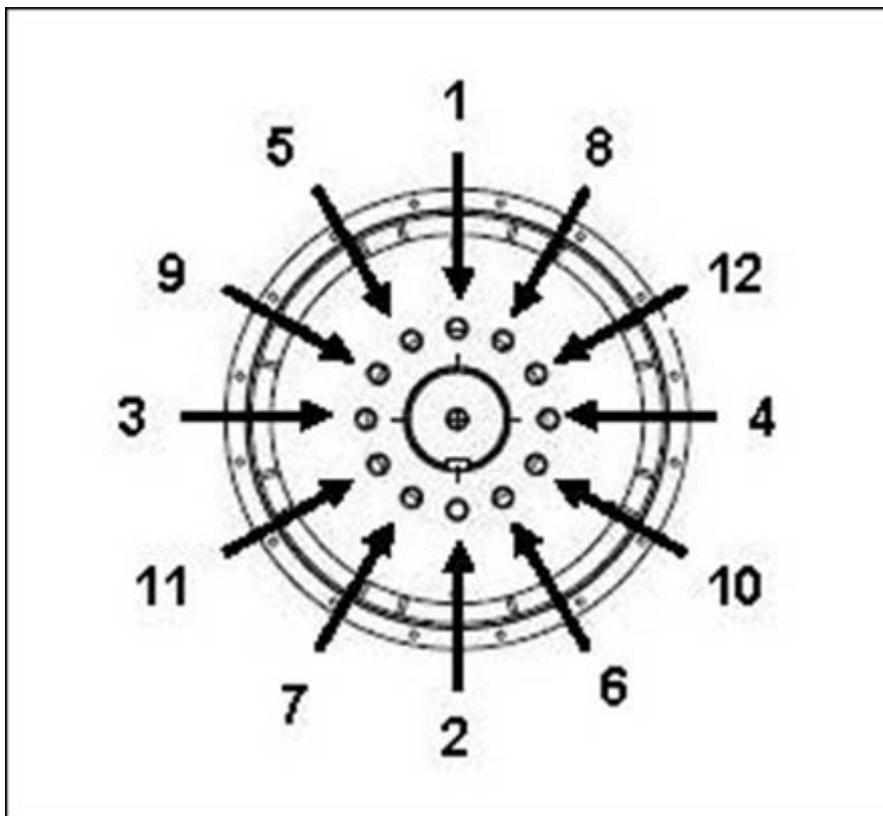

ABBILDUNG 22. REIHENFOLGE DER BEFESTIGUNG AN NABE
4. Gegebenenfalls die Schrauben der Kupplungsscheibe in der Reihenfolge anziehen wie dargestellt in Abbildung 22 auf Seite 41.